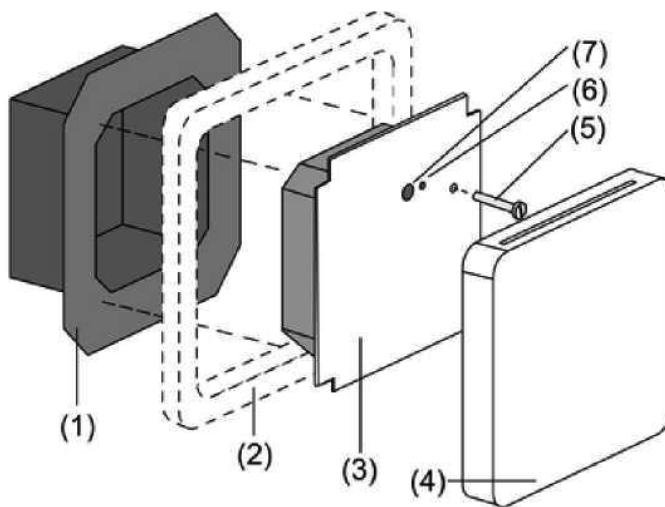
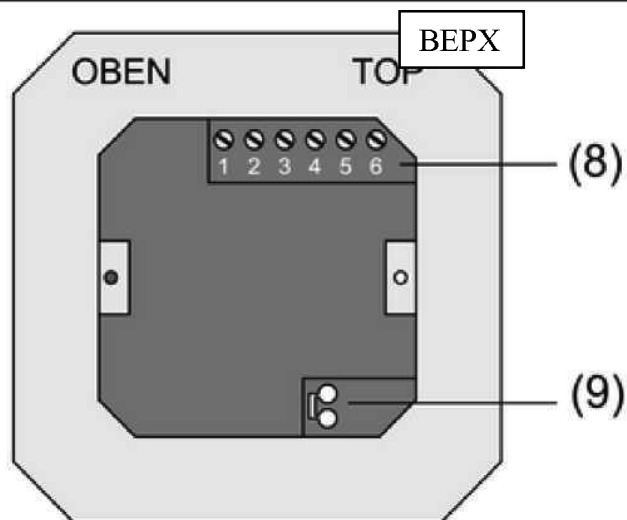
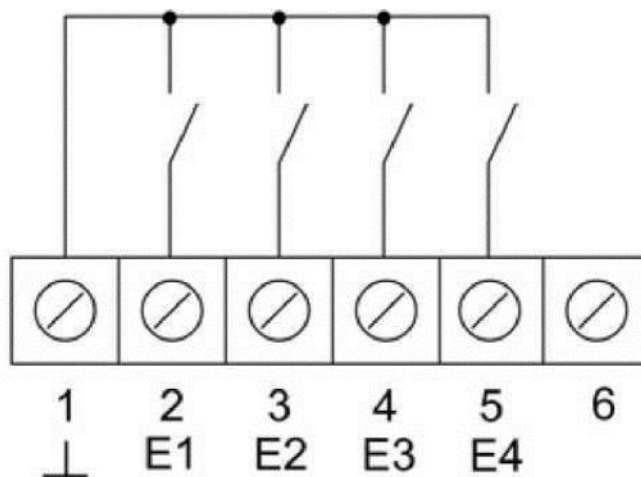
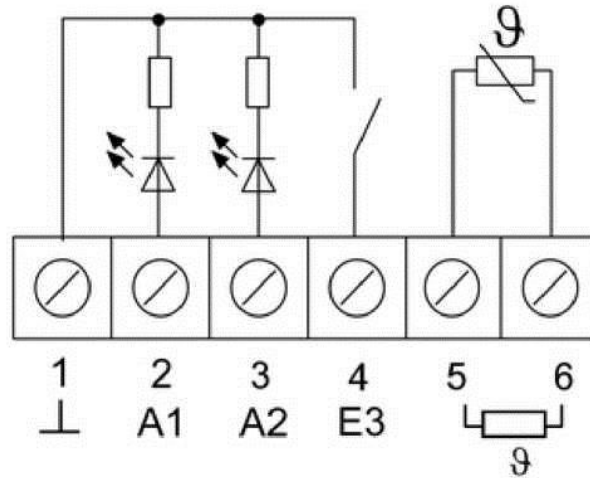

Рис. 1:
Рис. 2
Рис.3
Рис. 4
- Отделите клеммную вставку (1) и электронную насадку (3) друг от друга (Рис. 1)
- Подключите кабель шины к соответствующей клемме (9) в клеммной вставке (Рис. 2)
- Двоичные входы **E1...E4**: Замыкатель или размыкатель в виде выключателя или кнопки подключайте к клеммам **1** и **2...5**(Рис. 3) в верхней части прибора (8) (Рис. 2).
- Двоичные выходы **A1...A2**: Светодиоды или электронные реле подключайте к клеммам **1** и **2,3**(Рис. 4) в верхней части прибора (8) (Рис. 2).
- Внешний датчик температуры подключается к клеммам 5 и 6 (Рис.4) контактной группы в верхней части прибора (8).
- Поместите клеммную вставку (1) (Рис.1) в установленный подрозетник скрытого монтажа. Обратите внимание на правильное положение прибора в соответствии с надписью ВЕРХ (TOP). Клеммы подключения шины (9) (Рис.2) должны располагаться внизу справа.
- Поместите декоративную рамку (2) на клеммную вставку (1) (Рис. 1)
- Вставьте электронную насадку в клеммную вставку в правильном положении (Рис. 1)
- Снимите накладку (4) (Рис. 1)
- Закрепите электронную насадку стопорным винтом (5) (Рис. 1)
- Снова установите накладку (4) (Рис. 1)
- Снимите накладку (4) (Рис. 1).
- Нажмите кнопку программирования (7) (Рис. 1). Включится светодиод режима программирования (6) (Рис.1).
- Задайте физический адрес прибора. Светодиод режима программирования (6) погаснет (Рис. 1).